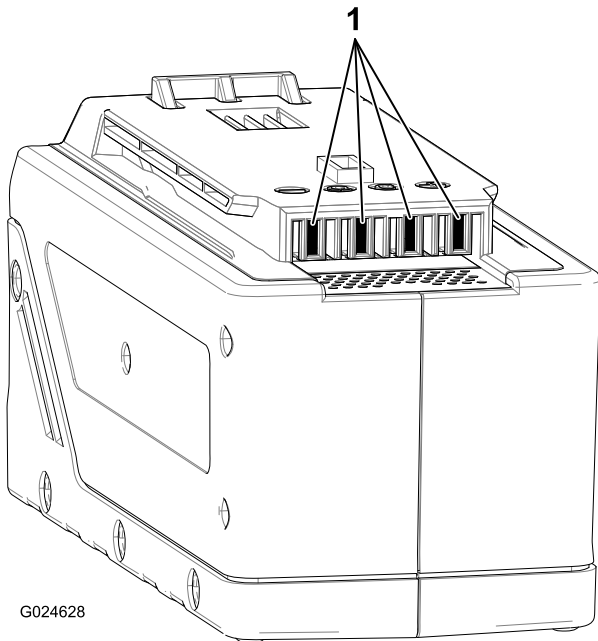

**Figura 6**
2. Ponga la batería boca abajo y alinee el terminal de la batería con la ranura del cargador (Figura 5 y Figura 6).